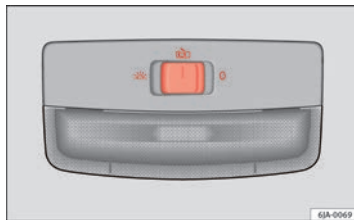

Abb. 60 Innenbeleuchtung – Ausführung 2 ▶
- Drehen Sie den Lichtschalter in die Position ☞ ⇒ Abb. 60.